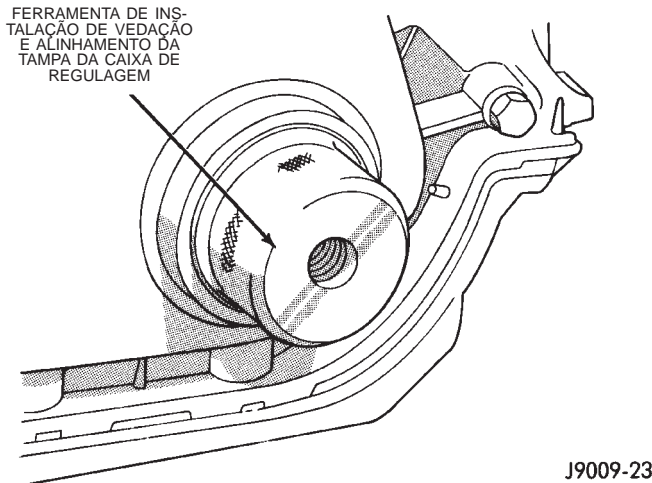

Fig. 54 Ferramenta de Instalação de Vedação e Alinhamento da Tampa da Caixa de Regulagem 6139
(10) Posicione a tampa da caixa de regulagem na gaxeta do cárter de óleo e bloco de cilindros.
(11) Coloque a Ferramenta de Instalação de Vedação e Alinhamento da Tampa da Caixa de Regulagem 6139 na abertura do eixo de manivelas da tampa (Fig. 54).